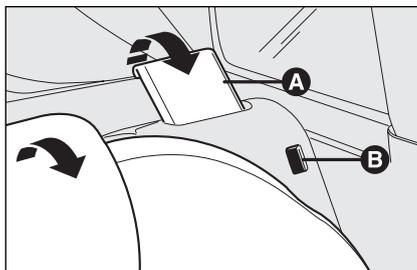

fig. 112
Soulever les dossiers en les poussant en arrière jusqu'à percevoir le déclic de blocage des deux mécanismes d'ancrage, en vérifiant visuellement la disparition de la "bande rouge" **B**-fig. 112 présente près des leviers **A**.
**S'assurer que le dossier soit correctement accroché sur les deux côtés ("bandes rouges" B-fig. 112 non visibles) pour éviter qu'en cas de freinage brusque, le dossier ne puisse se projeter en avant et provoquer ainsi des blessures aux passagers.**